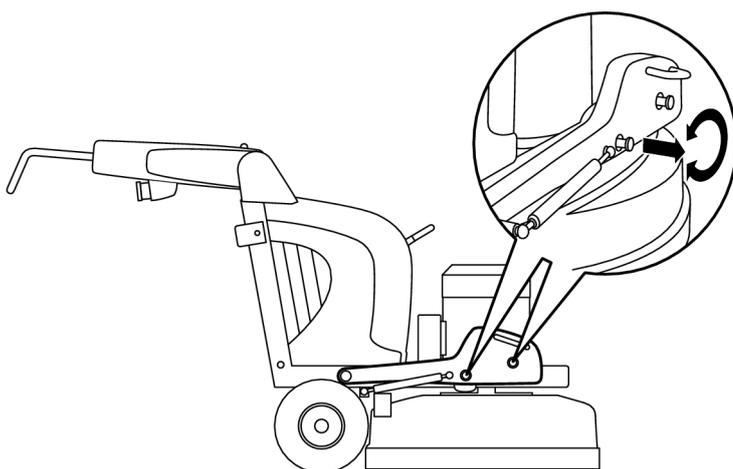

Figure 4-6. Poids en position avant
- Tirez sur chaque cheville et verrouillez-les dans cette position sortie en les tournant dans le sens de la flèche, voir Figure 4-6, page 20.
Pour obtenir une pression de ponçage supérieure et par conséquent une puissance de ponçage supérieure, les poids doivent être réglés en position avant, voir Figure 4-6, page 20.